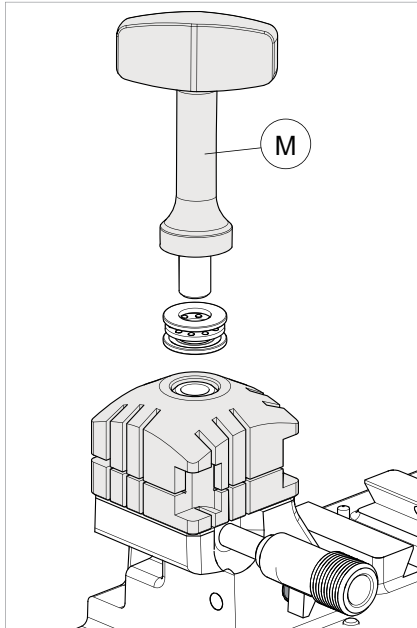

Fig. 43
- 2) Draai de draaiknop (M1) volledig los en verwijder dit samen met het draaistel (Fig. 43).